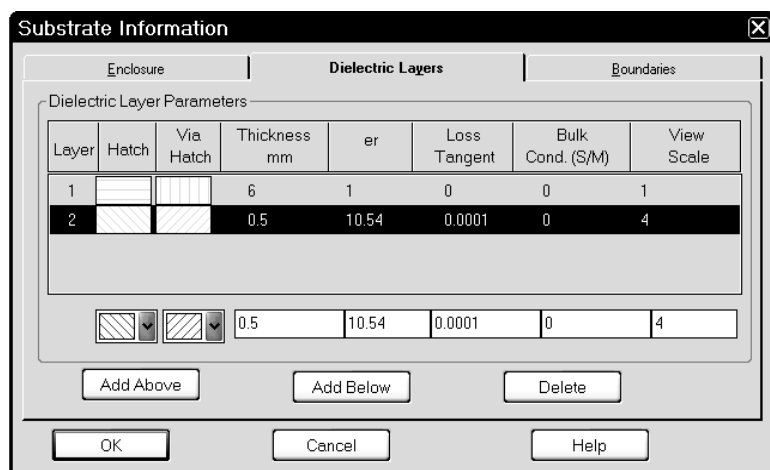

Рис. 3.73
- Выберите в меню команду **Substrate Information**. В открывшемся окне на вкладке **Enclosure** в поле **X-Dimension(mm)** введите **19.75**, в поле **X-Divisions** введите **395**, в поле **Y-Dimension(mm)** введите **7** и в поле **Y-Divisions** введите **140**. На вкладке **Dielectric Layers** для слоя **1** введите толщину **6**. Для слоя **2** введите толщину **0.5**, диэлектрическую проницаемость **10.54**, тангенс потерь **0.0001** и масштаб просмотра **4** (рис. 3.73). Нажмите **OK**.